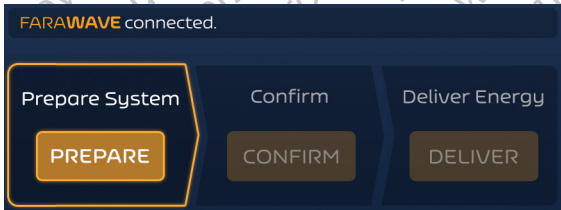
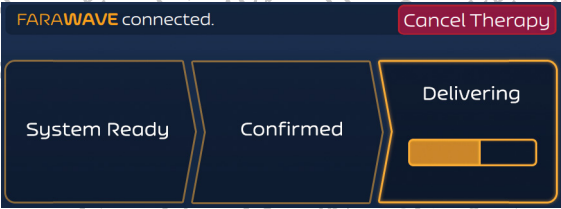

Figura 6. Ecrã Terapia – Modo Assíncrono – Estado inativo
Figura 11. Ecrã Terapia - Modo Assíncrono - Aplicação em Curso
6. Depois de seleccionar e de ligar um cateter, o Ecrã Therapy (Terapia) irá agora refletir a seleção (consulte a Figura 6 para ver um exemplo). O Modo Assíncrono é o modo de aplicação de energia predefinido do Gerador de PFA FARASTAR.
6. Prima o botão DELIVER (APLICAR) para iniciar a aplicação de energia. A aplicação de energia pode ser cancelada premindo o botão Cancel Therapy (Cancelar terapia) a qualquer momento (consulte a Figura 11), o que fará o Gerador de PFA FARASTAR voltar ao estado Inativo (consulte a Figura 6).
9. Para realizar aplicações adicionais, prima CONFIRM (CONFIRMAR) e, em seguida, DELIVER (APLICAR). A aplicação de energia pode ser cancelada premindo o botão Cancel Therapy (Cancelar terapia) a qualquer momento. Isto fará o Gerador de PFA FARASTAR voltar ao estado Inativo, conforme apresentado na Figura 6.